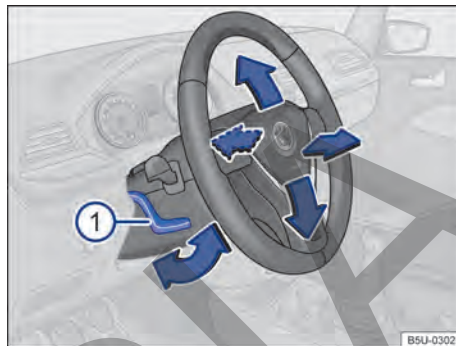

Fig. 51 Debajo y a la izquierda del volante junto con el revestimiento de la columna de dirección; palanca de ajuste de la posición del volante.
- Empujar la palanca hacia abajo sosteniéndola por su empuñadura → **fig. 51** ①.